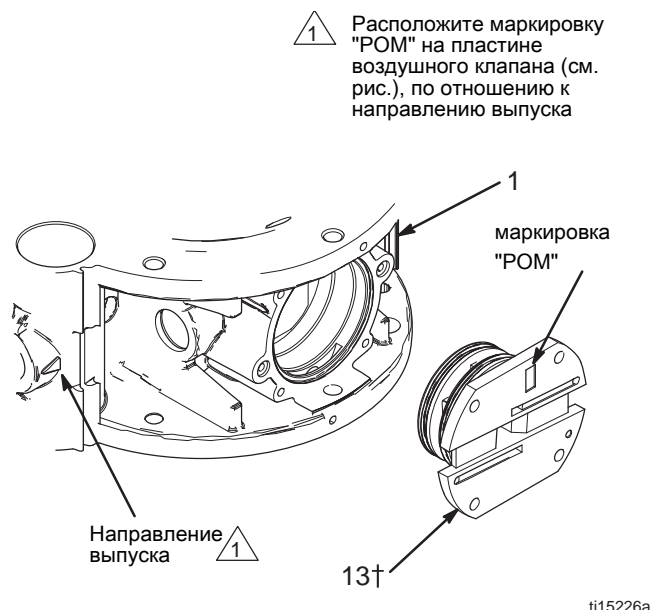
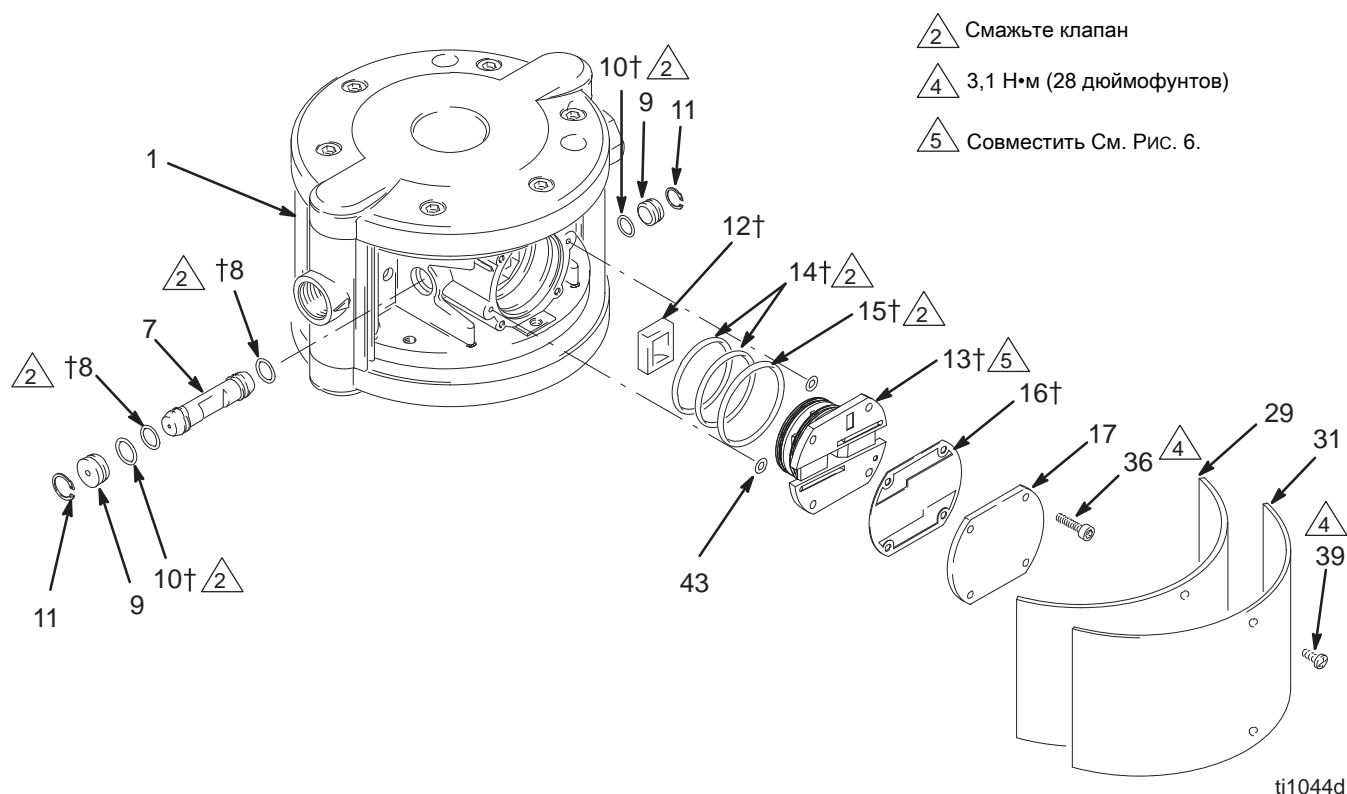

Рис. 6
Рис. 7
1. Снимите боковую крышку (31) и фетровый увлажнитель (29).
2. Отверните четыре винта (36) и снимите крышку воздушного клапана (17) и прокладку (16). См. Рис. 7.
3. См. рис. 6. Отметьте ориентацию пластины воздушного клапана (13) по отношению к направлению выпуска жидкости с помощью маркировки "РОМ". Вытащите пластину из центрального корпуса (1). Снимите три уплотнительных кольца (14, 15) и два уплотнительных кольца (43) с пластины. См. Рис. 7.
4. Снимите крышку воздушного клапана (12) с центрального корпуса (1).
5. Снимите стопорные кольца (11) и заглушку (9) с обеих сторон и сдвиньте каретку (7) с центрального корпуса (1). Снимите два уплотнительных кольца (8, 10) с каретки и заглушки.
1. Смажьте уплотнительные кольца (8†) и установите их на каретку (7). Сдвиньте каретку в центральный корпус (1) так, чтобы выступ смотрел наружу, как показано на Рис. 7.
2. Смажьте все уплотнительные кольца (10†) и установите их на заглушки (9). Для крепления каретки (7) установите заглушки с каждой стороны. Установите стопорные кольца (11) для фиксации деталей на месте.
3. Установите крышку воздушного клапана (12†) в выступ каретки (7) так, чтобы открытая сторона была направлена наружу.
4. Установите два уплотнительных кольца (43) в ответную часть воздушного мотора.
5. Смажьте большое уплотнительное кольцо (15†) и два маленьких уплотнительных кольца (14†) и установите их на пластине воздушного клапана (13†). Совместите точку на пластине со стрелкой на центральном корпусе (1) как показано на Рис. 6. Установите пластину в корпус.
7. Установите на место крышку воздушного клапана (17) и винты (36). Затяните винты с усилием 3,1 Н•м (28 дюймофунтов).
9. Снова установите фетровый увлажнитель (29) и боковую крышку (31). См. стр. 14.